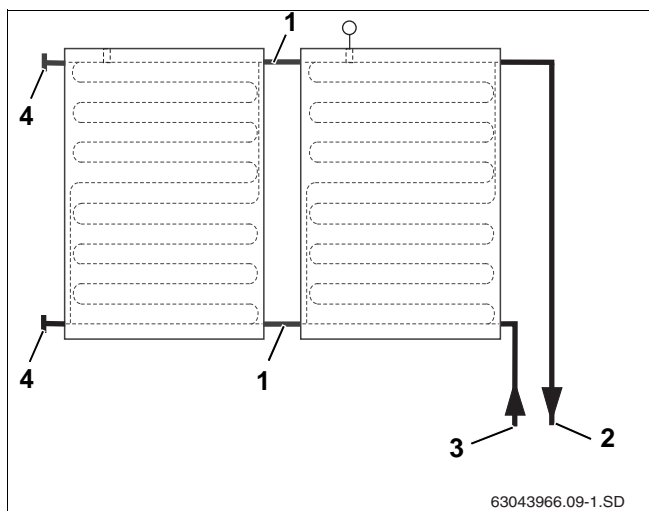
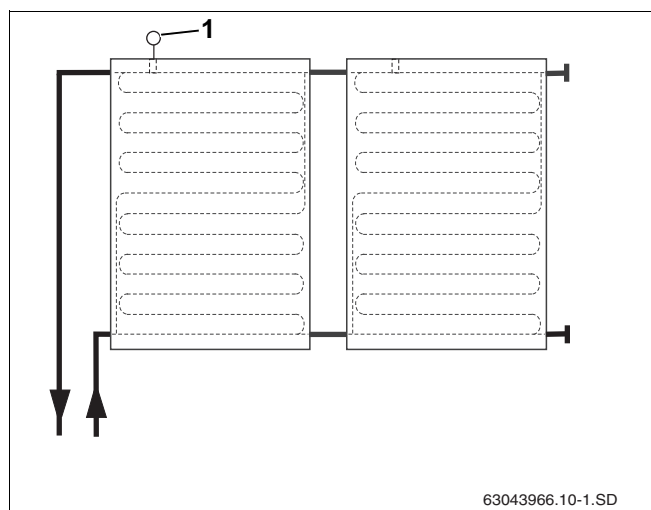

Fig. 39 Hydraul. tilslutning til højre til maks. 5 solfangere
Fig. 40 Hydraul. tilslutning til venstre til maks. 5 solfangere
Solfangerne skal monteres, så følgergennemføringerne til montering af solfangerføleren (fig. 40, **pos. 1**) sidder foroven.
De hydrauliske tilslutningsledninger kan tilsluttes til højre (fig. 39) eller venstre (fig. 40). I denne vejledning vises tilslutningsledningerne på højre side.
Den ensidede tilslutning kan foretages indtil en solfangerstørrelse på maks. 5 solfangere (fig. 39 og fig. 40).